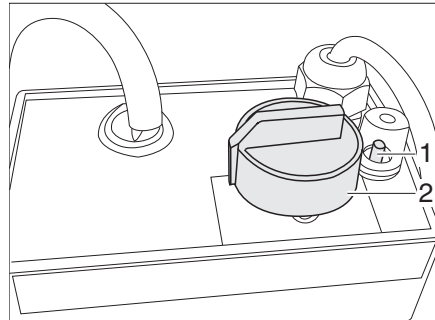

Fig. 253 Régulateur du chauffage électrique du plancher/du lit
- Tourner le bouton tournant (Fig. 253,2) sur le niveau de chauffage souhaité.
- Tourner le bouton tournant (Fig. 253,2) sur « 0 ».
Quand le régulateur est surchargé, la protection contre les surcharges se déclenche. La tige (Fig. 253,1) ressort.
- Enfoncer la tige (Fig. 253,1) de la protection contre les surcharges une fois le régulateur refroidi.